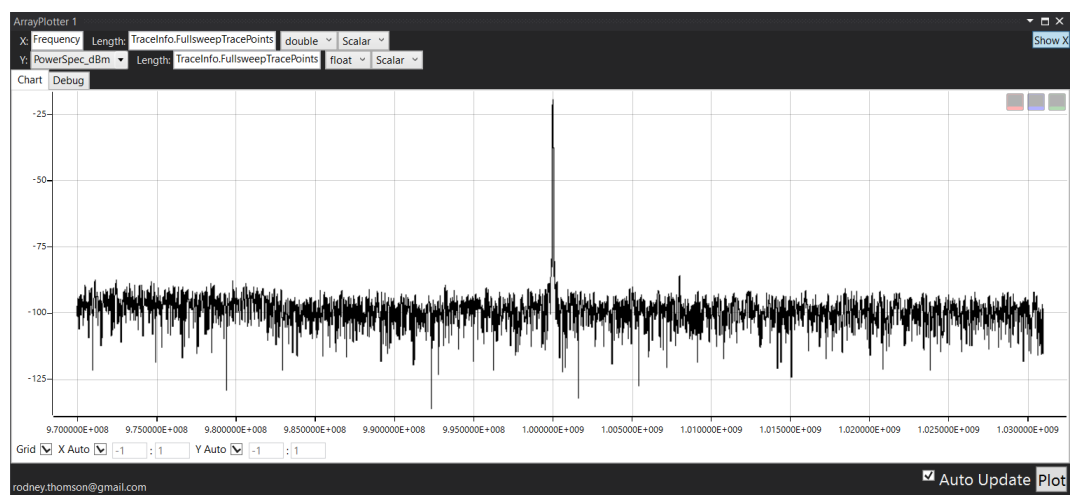
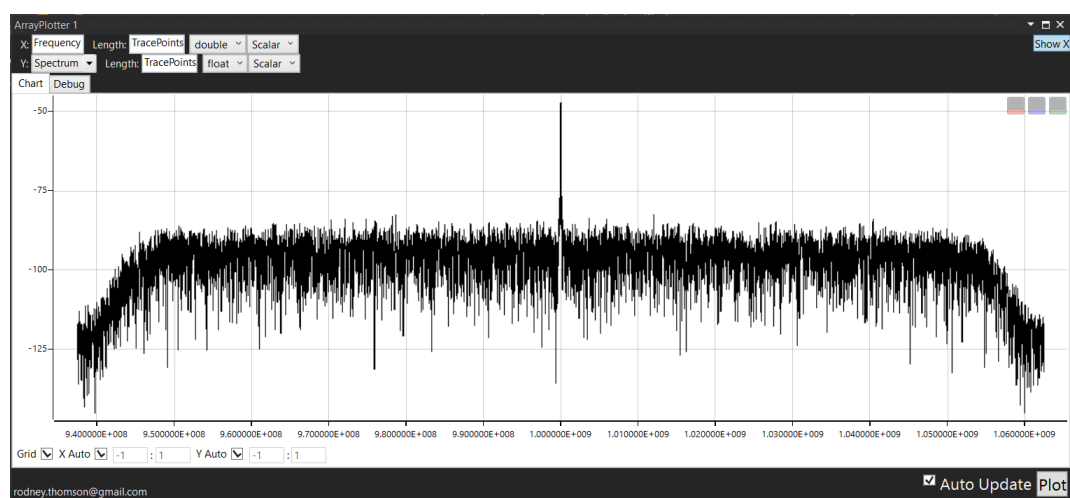

图 21 SWP 模式下的频谱图
图 22 IQ 数据转换后的频谱图
- 信号幅度差异：例如输入 1GHz、-20dBm 的信号，SWP 模式下频谱显示信号幅度为 -20dBm 左右，如图 21 所示，而 IQ 转换后的频谱中显示为 -50dBm 左右，如图 22 所示。